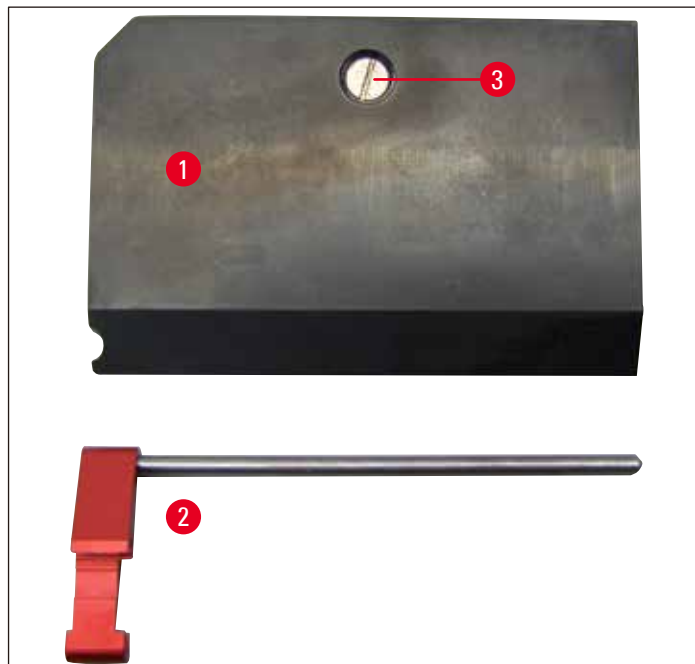

Fig. 34
- Kit de plaques de pression (→ Fig. 34). Plaque de pression (→ Fig. 34-1) Outil d'insertion (→ Fig. 34-2)